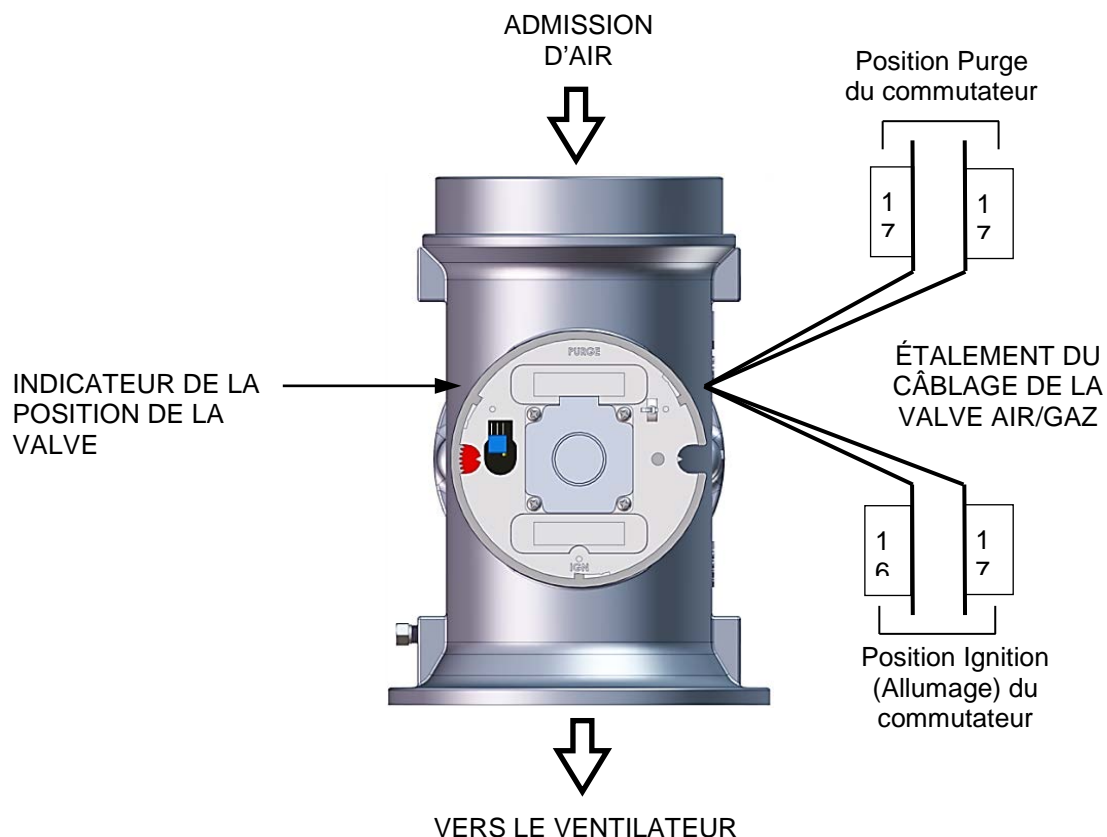

Figure 5-8. Emplacements des commutateurs Purge et Ignition (Allumage) de la valve air/gaz
3. Débrancher l'un des deux fils (n° 171 ou n° 172) du commutateur Purge (figure 5-8).
4. Débrancher un des deux fils (n° 169 ou n° 170) du commutateur Ignition (Allumage) (figure 5-8).